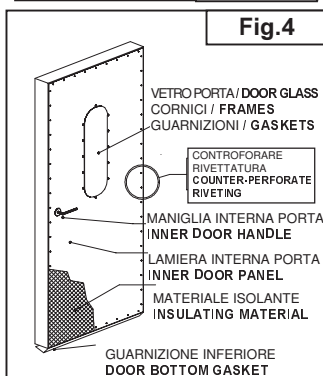

Fig.4
-Staccare la lamiera interna porta ed accedere al materiale isolante **Fig.4**.